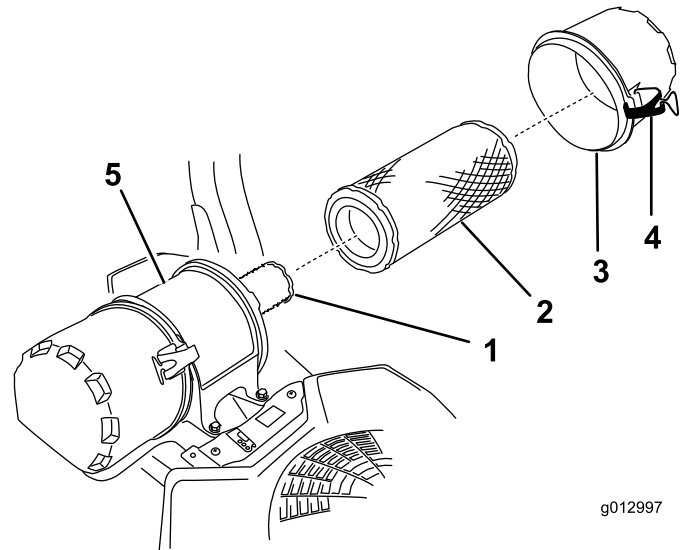

Figura 47
- Abra los cierres del limpiador de aire y tire de la tapa de la entrada de aire para separarla del cuerpo del limpiador de aire (Figura 47).
- Extraiga con cuidado el filtro primario de la carcasa del limpiador de aire (Figura 47).
- Si va a cambiar el filtro interno, deslícelo cuidadosamente en el cuerpo del filtro (Figura 47).
- Deslice cuidadosamente el filtro primario por encima del filtro interno (Figura 47).
- Instale la tapa del limpiador de aire y fije los cierres (Figura 47).